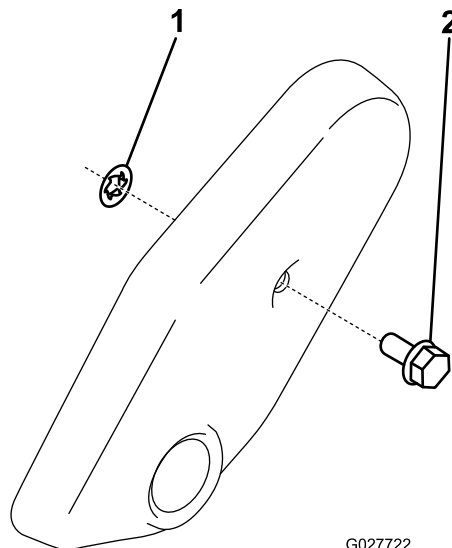

Bild 7
2. Schieben Sie die Steckmutter auf die Schraube der Riemenabdeckung (**Bild 7**).